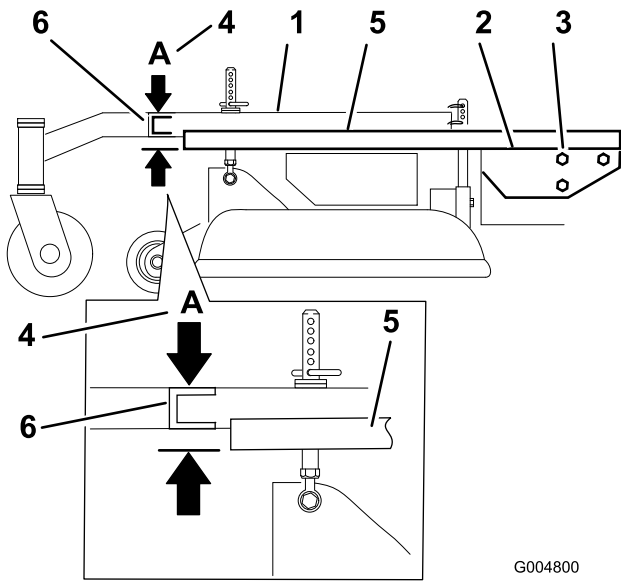

Bild 52
3. Legen Sie eine lange Abziehlplatte auf die Oberseite des Motors, siehe Bild 52.
4. Messen Sie am Querrohr des Trägerrahmens die Höhe an der Stelle **A** (Bild 52). Dieser Wert muss 33 mm plus oder minus 6 mm betragen.
6. Lockern Sie die Befestigungsschrauben am Trägerrahmen an beiden Seiten der Maschine (Bild 52).
7. Fluchten Sie den Trägerrahmen und das Motorchassis an Stelle **A** auf 33 mm plus oder minus 6 mm (Bild 52) aus.